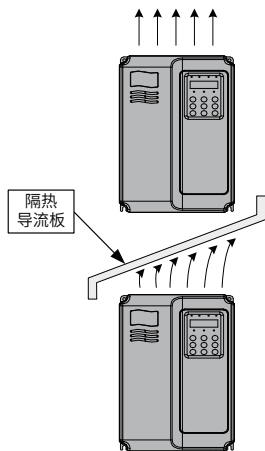

图 3-2 隔热导流板安装示意图上下安装图
- 2) 请向上垂直安装主轴伺服驱动器，便于热量向上散发。若柜内有多台主轴伺服驱动器时，请并排安装。在需上下安装の場合，请参考图 3-2，安装隔热导流板。